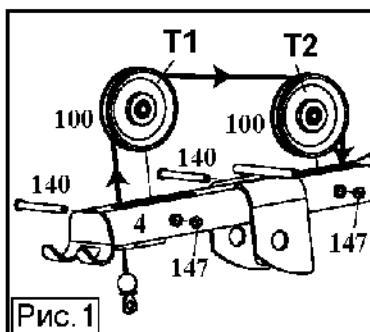
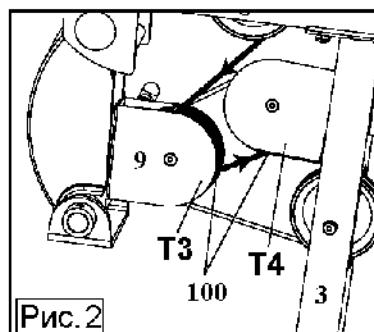

Рис.1
Рис.2
- Подсоедините рукоятки (21R и 21L) и фиксатор (32) к рычагу для экстензии ног (20) таким образом, как показано на рисунке. Зафиксируйте полученную конструкцию, затянув следующие крепежи: два винта  $5/16'' \times 1\frac{1}{2}''$  (157), один болт на фиксаторе (32) и один болт на правой рукоятке (21R).
- Установите на правую и левую рукоятки (21R и 21L) пластиковые крышки (104) и валики (65). Далее закрепите на валиках алюминиевые крышки (105) и зафиксируйте конструкцию при помощи болтов  $5/16'' \times 1\frac{1}{4}''$  (149). **Затяните крепёж.**
- Затем вставьте в рычаг (20) трубку для валиков 1" (40). Отрегулируйте трубку (40) таким образом, чтобы она располагалась по центру. Затяните винты  $5/16'' \times 1\frac{1}{2}''$  (157). С двух сторон от трубы (40) установите пластиковые крышки (104) (выпуклой стороной) и валики (65). Закрепите на валиках алюминиевые крышки (105) и зафиксируйте конструкцию при помощи болтов  $5/16'' \times 1\frac{1}{4}''$  (149). **Затяните крепёж.**
- ПРИМЕЧАНИЕ.** В сиденье есть несколько отверстий. Используйте для крепления первое и третье отверстие. Прикрепите сиденье (63) к регулируемой опоре (11) при помощи двух болтов  $3/8'' \times 1\frac{3}{4}''$  (135) и двух шайб  $3/8''$  (163). Затем соедините держатель (12) и опору (11) при помощи двух болтов  $3/8'' \times 1''$  (145). **Затяните крепёж.**
- Вставьте пружину (99) в опорную раму (1), затем установите поверх пружины (99) держатель сиденья (12). Для более удобного крепления держателя (12) Вам может потребоваться ослабить ручку (127).
**СОВЕТ!** Используйте ручку (127) для фиксации сиденья после его регулировки.
- См. рисунок 1. Снимите одну из гаек рычага управления (71). Затем проденьте небольшой резьбовой вал через отверстие в L-образном кронштейне, приваренном к опорной раме (1) и одновременно с этим закрутите штифт в держатель сиденья. Заново установите гайку, снятую в начале данного этапа сборки, и затяните её.
- Установите пластиковые крышки (104) (выпуклой стороной) и валики (65) с двух сторон от вала 1", приваренного к опоре (11). После этого закрепите на валиках алюминиевые крышки (105) и зафиксируйте конструкцию при помощи болтов  $5/16'' \times 1\frac{1}{4}''$  (149). **Затяните крепёж.**
1. См. рис. 1. Возьмитесь за сферический наконечник верхнего троса (82). Протяните трос через отверстие **верхней рамы** (4), затем протяните его поверх **шкивов T1 и T2**, как показано на рисунке. Закрепите шкивы, используя по **одному болту 3/8" X 109.5L (140)** и **одному винту M6 X 12L (147)** для каждого шкива. **Затяните крепёж.**
**ПРИМЕЧАНИЕ:** Трос необходимо протянуть поверх рамы (4), а не через внутреннюю часть трубки.
2. См. рис. 2. Протяните трос через **шкив T3** (расположен слева), который, в свою очередь, необходимо закрепить на **опоре (9)** при помощи **болта 3/8" X 2-3/4" (142)** и **гайки 3/8" (170)**. **НЕ ЗАТЯГИВАЙТЕ** крепёж. Затем протяните трос вокруг **шкива T4**, а шкив закрепите на **передней стойке (3)** при помощи **болта 3/8" X 1-3/4" (134)** и **гайки 3/8" (170)**. **Затяните крепёж.**